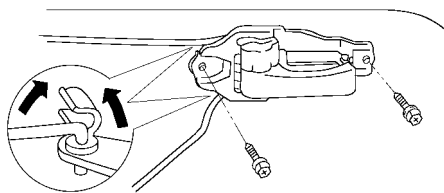

图 17-30 拆下门内把手
(5) 拆下门内把手。旋下两个螺栓，从 2 根连接杆脱开并拆下把手，如图 17-30 所示。